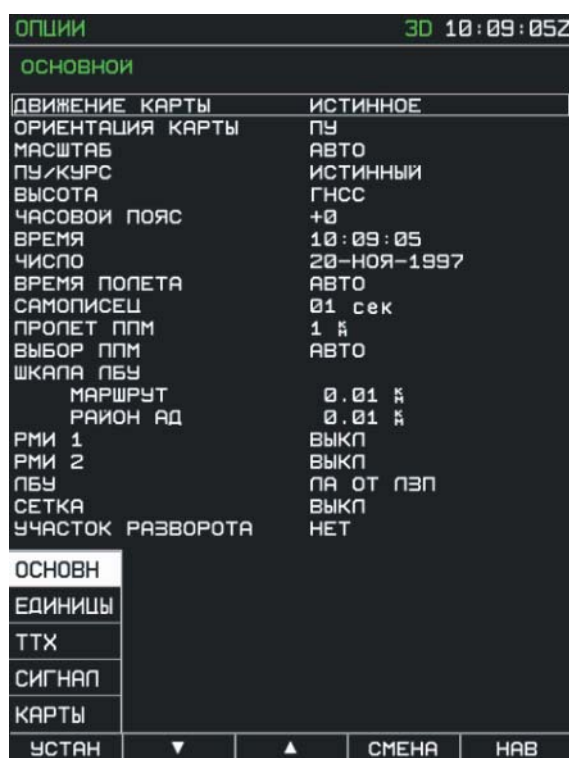
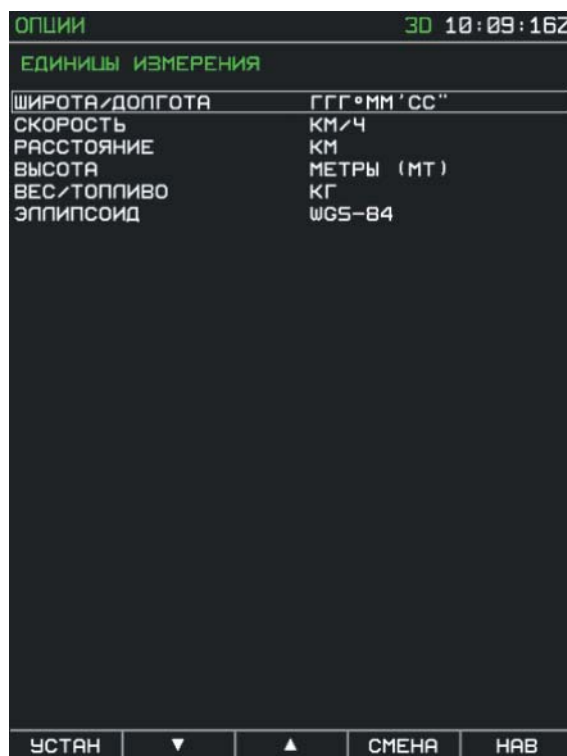

Рис. 38. Вид дисплея в режиме ОПЦИИ при выборе подрежима
Рис. 40. Вид дисплея в подрежиме ЕДИНИЦЫ ИЗМЕРЕНИЯ
**Сохранение** выбранных значений ОПЦИЙ осуществляется при выходе из режима – нажатие кнопки НАВ (Рис. 38).
Подрежимы доступны в режиме ОПЦИИ из меню появляющегося при нажатии кнопки УСТАНОВИТЬ – УСТАН (Рис. 38).
Выбор осуществляется из подменю (Рис. 38). Вид дисплея в режиме настройки опций на Рис. 39. В Таблица 7 представлен перечень опций, возможные значения (величины или форматы) опций и их влияние на функционирование изделия.
Выбор осуществляется из подменю (Рис. 38). Вид дисплея в режиме настройки опций ЕДИНИЦЫ на Рис. 40. Опции параметров форматов отображения и единиц измерения используемых для расчетов устанавливаются аналогично п.5.2.1.
Выбор осуществляется из подменю (Рис. 38). Вид дисплея в режиме настройки опций ТТХ на Рис. 41. Опции параметров воздушного судна устанавливаются аналогично п.5.2.1.